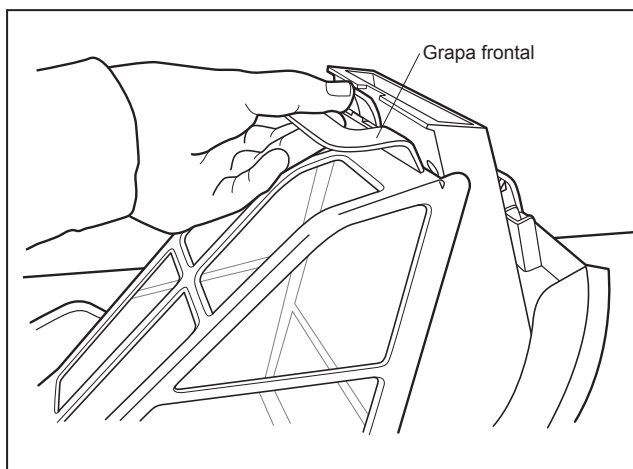

Figura 13. Coloque y asegure el cartucho del filtro en su lugar
2. Gire el cartucho del filtro y bloquéelo en su lugar con la grapa principal. Consulte la Figura 13. Cuando el cartucho del filtro está instalado correctamente en la cubierta superior, estará agarrado firmemente.